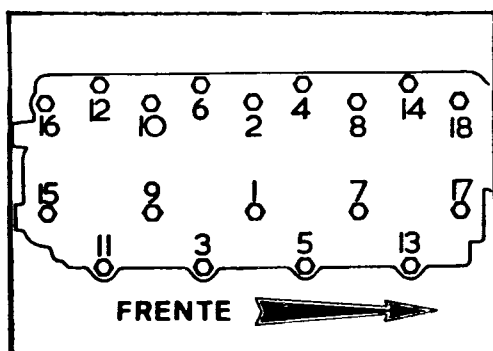

Fig. A1-68 Orden de apriete de los tornillos de fijación de la culata
- 2.5. Apretar los tornillos de 1/2" a una tensión de 11 á 12,5 kgm., siguiendo el orden que se indica en la Fig. A1-68.